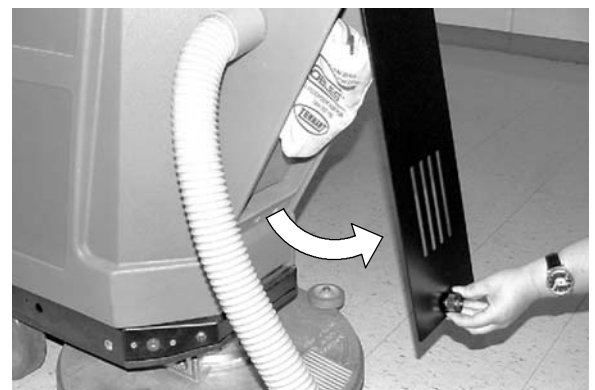

FIG. 21
2. Entretien du sac à poussière: Ouvrez le compartiment de contrôle de la poussière pour accéder au sac à poussière (Figure 21).